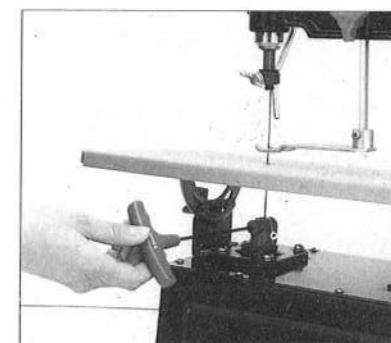

図4
- 下部のこ歯キヤッチ金具のネジを3mmレンチでゆるめてのこ歯を差し込み強く締めつけて下さい。(図4参照)
- のこ歯ガイドの中間の穴に通しますと、のこ歯が曲ってセットされ使用できません。又、のこ歯ガイドの先端の6角ボルトをゆるめます前後に移動します。(図4参照)